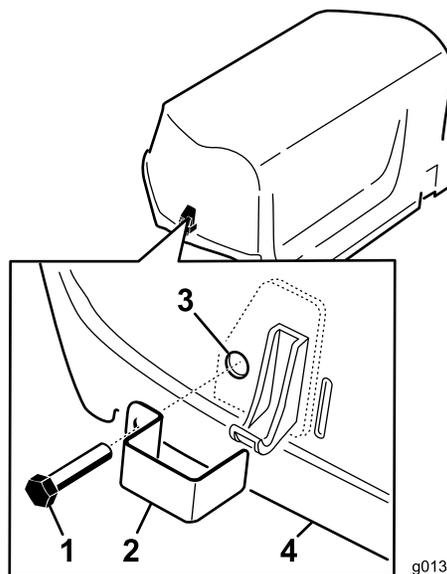

図7
1. 左右についているラッチ図7のそれぞれに、ラッチロックをタップボルトで固定する左右合計2個。
2. プライヤかモンキーレンチを使って、内部ロックワッシャを各ボルトに入れて1山か2山ボルトを固定する図7。